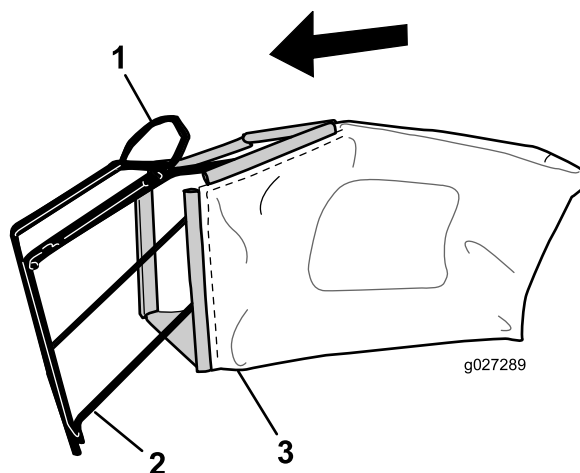

Figura 8
1. Coloque la bolsa de recogida sobre el bastidor, según se muestra en Figura 8.
Nota: No coloque la bolsa sobre el manillar (Figura 8).